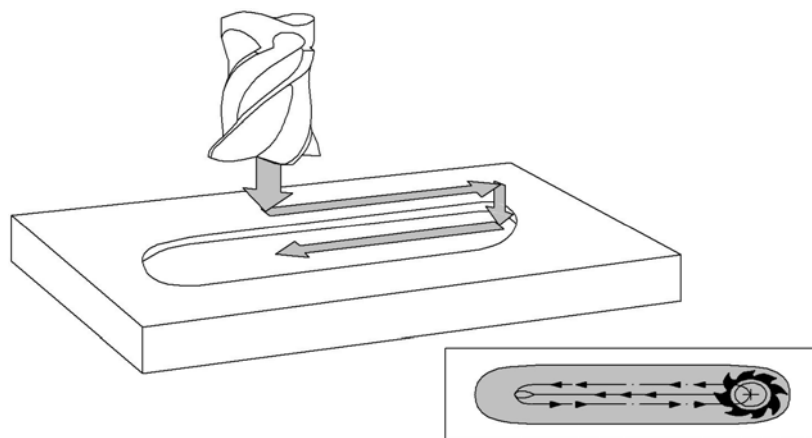

Рис. 4.65. Схема движения инструмента при обработке паза в соответствии с циклом 3
2. В конце паза осуществляется подвод инструмента на глубину и инструмент фрезерует паз в противоположном направлении (рис. 4.65). Эта операция повторяется до тех пор, пока не будет достигнута запрограммированная глубина фрезерования.